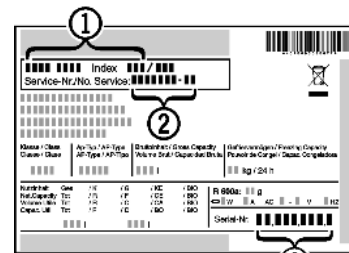

Fig. 31
- ▶ Считать обозначение устройства *Fig. 31 (1)*, сервисный номер *Fig. 31 (2)* и серийный номер *Fig. 31 (3)* с заводской таблички. Заводская табличка находится внутри устройства слева.